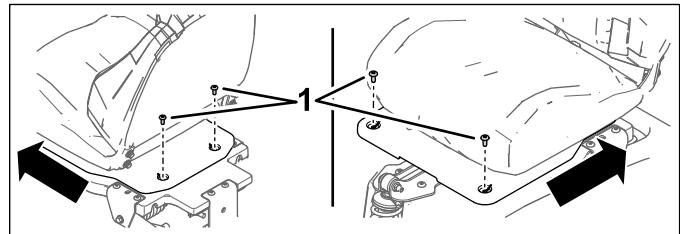

Figura 2
- B. Accedete ai 4 bulloni Torx che fissano la base del sedile al telaio. Rimuovete i bulloni, quindi rimuovete con attenzione il gruppo sedile e mettetelo da parte (**Figura 2**).